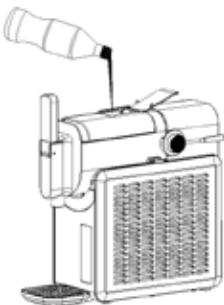
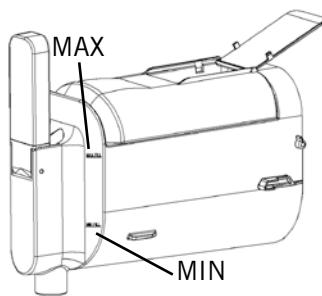

Fig. 5
Fig. 6
- Abra la tapa del recipiente de mezclado y vierta lentamente la cantidad necesaria de líquido (fig. 5). Al hacerlo, tenga siempre en cuenta la marca mín. y máx. (fig. 6). Si añade poca cantidad de líquido, no se mezclará lo suficientemente bien. Si añade demasiado líquido, puede derramarse.